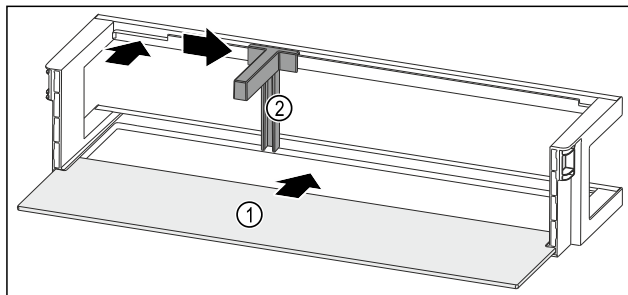

Fig. 119 Deurrek met draagplateau
- Draagplateau Fig. 119 (1) in de zijdelingse inkepingen schuiven.
- Flessenhouder Fig. 119 (2) in de uitsparing plaatsen.
- Flessenhouder Fig. 119 (2) in de gewenste positie opzij schuiven.